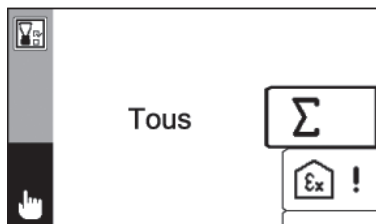

Fig. 11: Appareil inséré reconnu (ici : mode de fonctionnement **Manuel**, menu **Test des fonctions**)
- Le menu **Test des fonctions** (fig. 11) s'affiche dès que le système de vérification reconnaît l'appareil.